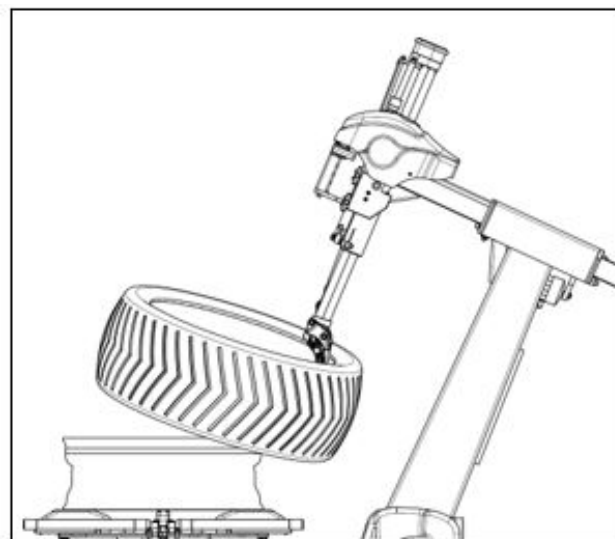

FIG33
- Til sidst, træd på tilt-pedalen (FIG3-10) for at vippe søjlen tilbage og tag dækket ud som vist i FIG33. Demontering af dæk er nu fuldført.